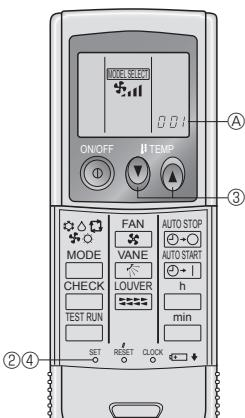

Fig. 6-3
2) Programmation (Fig. 6-3)
- ① Introduire les piles.
② Appuyer sur le bouton SET à l'aide d'un objet pointu.